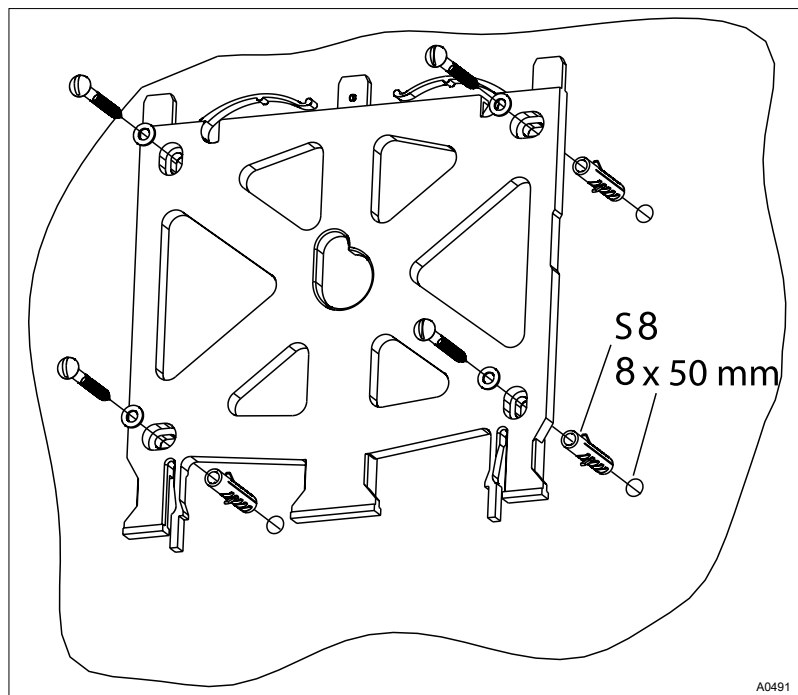

Рис. 18: Установка настенного крепления
5. Прикрутите настенное крепление с помощью подкладных шайб, см. Рис. 18